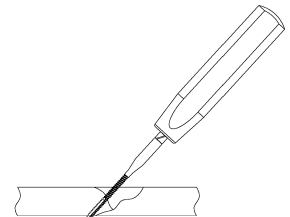

図 2
- 骨質が硬い場合は、2.7 ロッキングスクリュー用タップ（グリップ型）でプレタップを行います。（図 2）